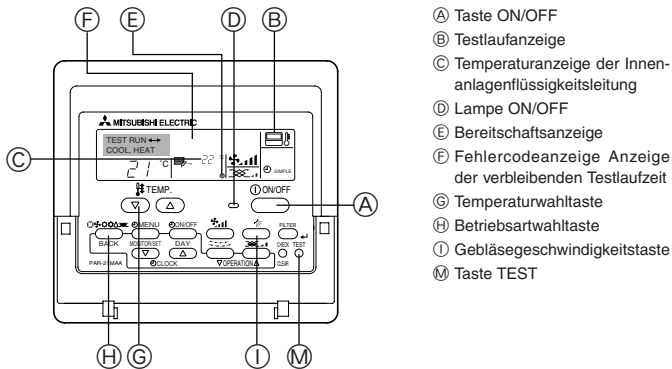

Fig. 8-1
8.2. Testlauf (Verwendung der verdrahteten Fernbedienung) (Fig. 8-1)
- ① Den Strom mindestens 12 Stunden vor dem Testlauf einschalten.
- ② Die [TEST]-Taste zwei Mal drücken. ➡ "TEST RUN"-Flüssigkristallanzeige (LCD)
- ③ Die Betriebsartwahl Taste drücken. ➡ Vergewissern Sie sich, dass Luft ausgeblasen wird.
- ④ Die Betriebsartwahl Taste drücken und die Betriebsart Kühlen (oder Heizen) einschalten. ➡ Vergewissern Sie sich, dass kalte (oder warme) Luft ausgeblasen wird.
- ⑤ Die Gebläsegeschwindigkeit Taste drücken. ➡ Vergewissern Sie sich, dass die Luftgeschwindigkeit eingeschaltet ist.
- ⑥ Den Betrieb des Gebläses der Außenanlage überprüfen.
- ⑦ Durch Drücken der Taste [ON/OFF] (EIN/AUS) den Testlauf freigeben. ➡ Stopp
- ⑧ Speichern Sie eine Telefonnummer ein.